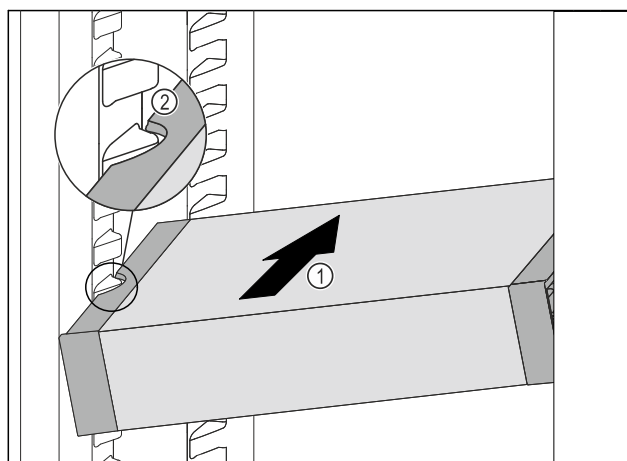

Fig. 239
- ▶ Вкарайте VarioSafe под ъгъл в хладилната част Fig. 239 (1), докато страничните прорези Fig. 239 (2) на VarioSafe се намират на височината на реброто на съда в хладилната част.